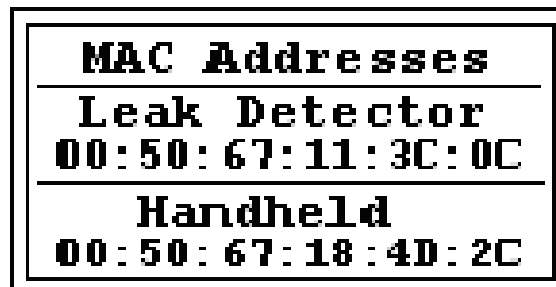

図 2-32 MAC アドレスの検証画面
7. **Enter** を押すと *Mac Addresses* 画面が表示されます (図 2-32)。